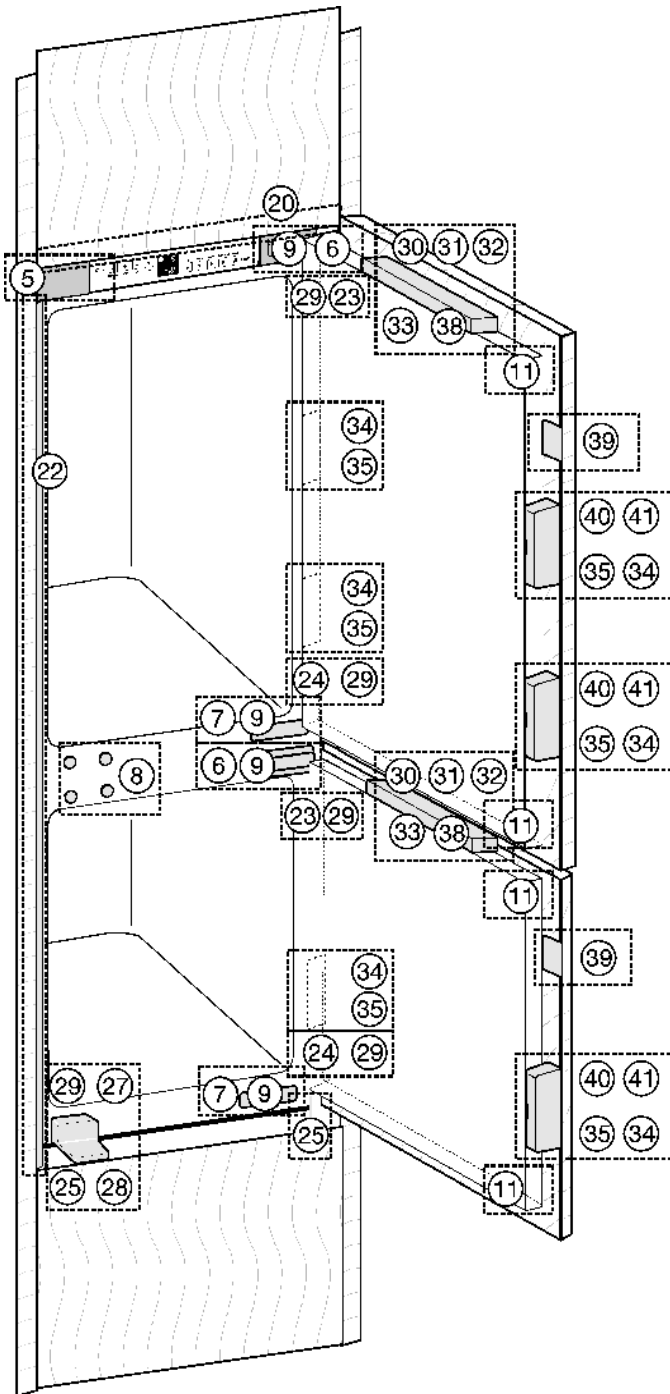
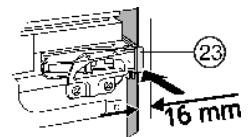

Fig. 9
Fig. 14
- ▶ Распорный элемент Fig. 14 (23) защелкните на верхнем шарнире, а распорный элемент Fig. 9 (24) – на нижнем шарнире.